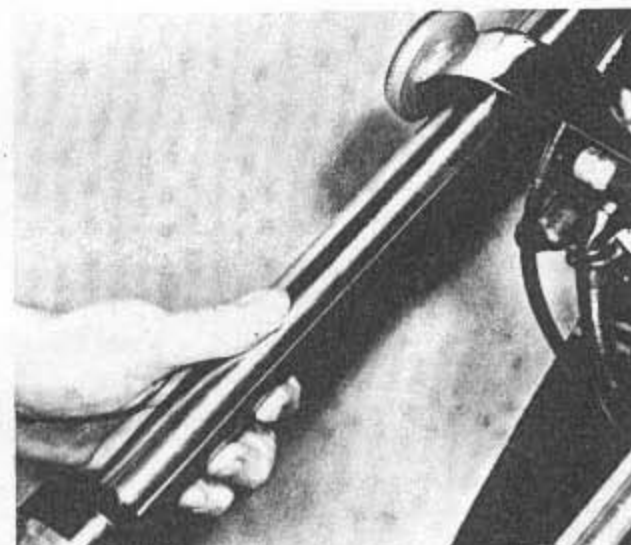

Bild 222
- Man lockere die Klemmschrauben, welche die Standrohre in den oberen und unteren Gabelbrücken festhalten (Bilder 220 und 221). Die Standrohre lassen sich nun nach unten herausziehen (Bild 222). Falls sich die Klemmen der Gabelbrücken als übermässig fest erweisen, können sie mit einem grossen Schraubenzieher vorsichtig etwas aufgeweitet werden. Dies muss mit grosser Vorsicht geschehen, um zu vermeiden, dass die Klemmen brechen, was zum Ersatz der betroffenen Gabelbrücke führen würde.